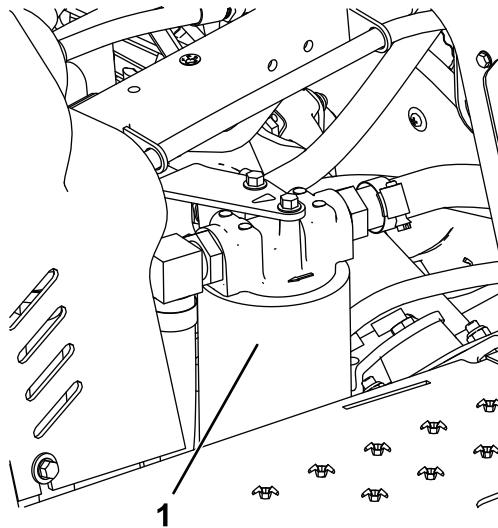

Figure 42
4. Placez un bac de vidange sous le filtre hydraulique situé du côté gauche de la machine (Figure 42).
7. Installez le filtre hydraulique (Figure 42) neuf en le vissant à la main jusqu'à ce que le joint touche la tête du filtre, puis serrez-le encore de 3/4 de tour.